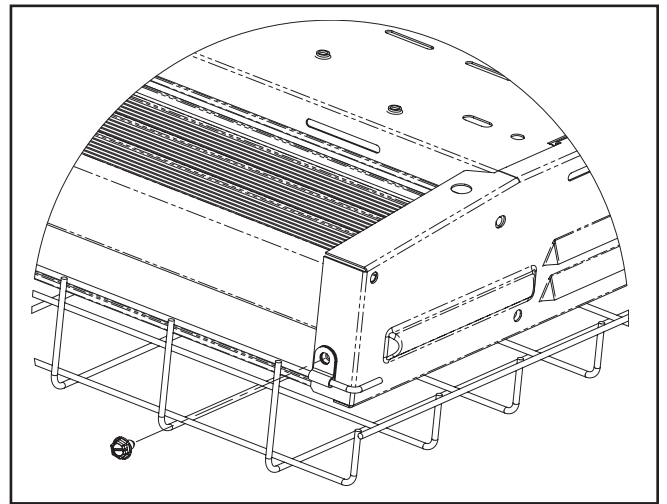

Figura 2.
3. Instale y ajuste los 4 tornillos n.º 10 x 3/8" para láminas de metal a través de los ganchos de montaje y hacia los orificios de la placa trasera como se muestra en la. (Figura 2.)